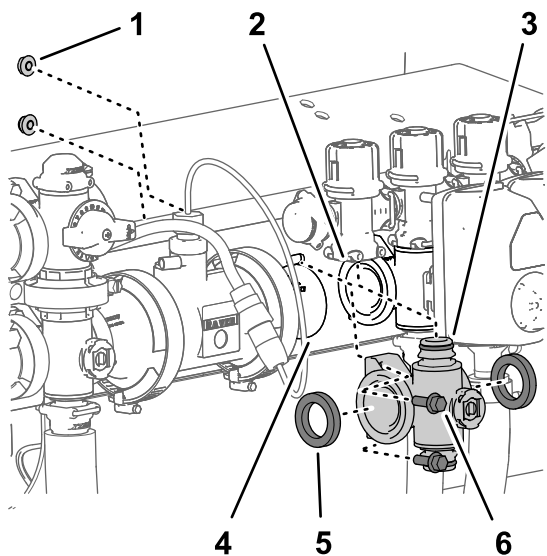
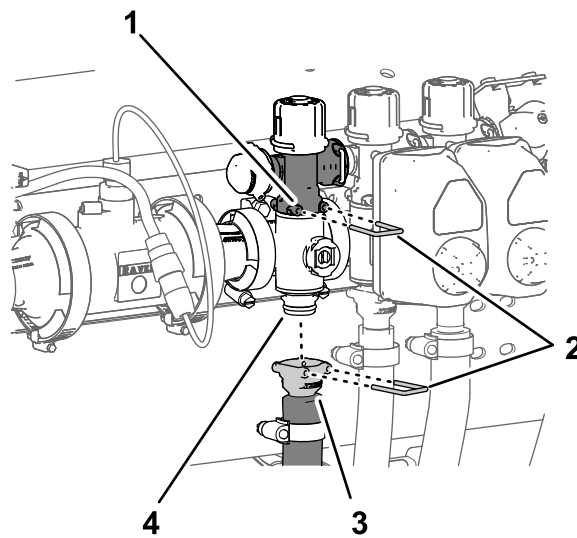

Рисунок 113
Рисунок 114
1. Совместите 2 прокладки, снятые при выполнении действий, описанных в разделе Демонтаж коллекторного клапана секции \(страница 90\), с фланцами коллектора клапана секции (Рисунок 113).
- Совместите фланец коллектора клапана секции с фланцами другого клапана секции (клапанов секций) и/или переходного соединителя (Рисунок 113).
- Вставьте быстроразъемный штуцер коллектора клапана секции в быстроразъемное гнездо перепускного клапана секции и зафиксируйте с помощью штифта быстроразъемного соединения (Рисунок 113 и Рисунок 114).
опору клапана (Рисунок 113) с помощью 2 болтов с фланцем (1/4 x 3/4 дюйма) и 2 фланцевых контргайк (1/4 дюйма), снятых при выполнении действий, описанных в разделе **Демонтаж коллекторного клапана секции** (страница 90).
8. Установите быстроразъемный соединитель шланга секции на быстроразъемный штуцер коллектора клапана секции и зафиксируйте при помощи штифта быстроразъемного соединения (Рисунок 114).